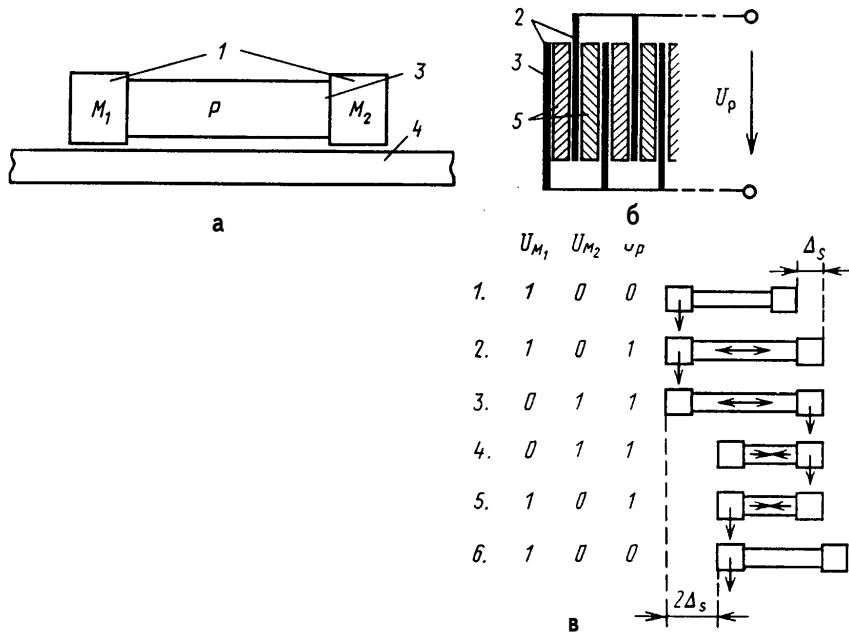

рис.37
называются линейными. Они используются, например, для позиционирования различных устройств на плоскости X-Y, при этом перемещение по каждой координате осуществляется с помощью отдельной обмотки. Кроме электромагнитных линейных шаговых двигателей существуют пьезоэлектрические. На рис.37,а показана схема такого двигателя. В его конструкцию входят два электромагнита М1 и М2 (1), которые могут скользить по стальной бал-
ке 4, и пьезоэлектрический трос 3. Конструкция пьезоэлектрического троса поясняется на рис.37,б. Если на электроды 2 подать напряжение, то в зависимости от его полярности элементы троса 5 сожмутся или растянутся. При подаче напряжения на обмотки электромагнитов они зафиксируются на стальной балке. На рис.37,в показаны последовательность импульсов напряжения, подаваемых на обмотки электромагнитов и на электроды пьезоэлек-